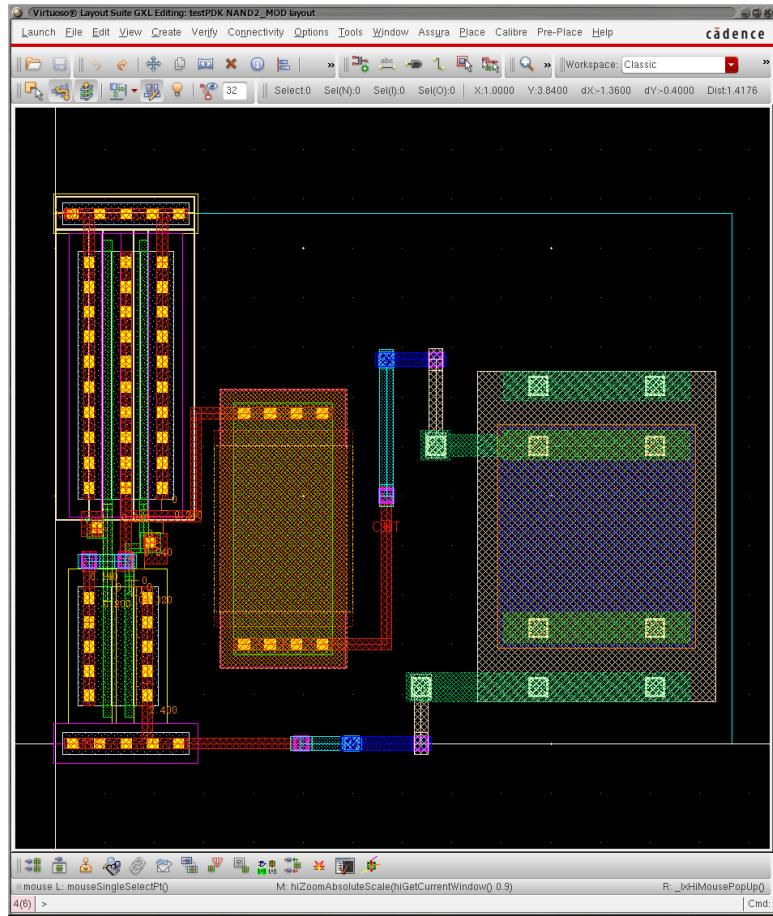

図 60: 変更後の 2 入力 NAND 回路レイアウト
14. 最終的に、図 60 に示すような形に接続が完了すればよい。(実際に設計・チップ試作を行う場合にはもう少しきれいにレイアウトしてください。)